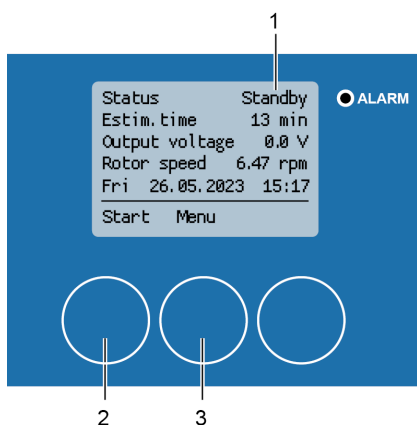

Figura 163: Pantalla de inicio del proceso de limpieza
⇒ Una vez que el carro de limpieza ha vuelto a su posición inicial en el perímetro del rotor, el proceso de limpieza ha finalizado. La indicación de estado cambia a «En espera» (Figura 163/1).
2. Pulse [Iniciar] (Figura 163/2) para reiniciar el proceso de limpieza o [Menú] (Figura 163/3) para abrir el menú «1 Menú principal».